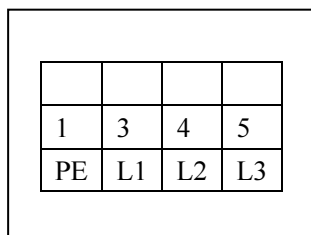

Рис. 21
- Открыть переднюю крышку пульта - Схема соединения 400 В AC: четыре провода (сечением 2,5мм²), три фазовых провода, один – заземление. Подсоединяются к клеммам L1,L2,L3, провод заземления подсоединяется к клемме со знаком PE в первую очередь. Затем к болтам заземления платформ, находящихся на напольном основании (**рис. 21**).